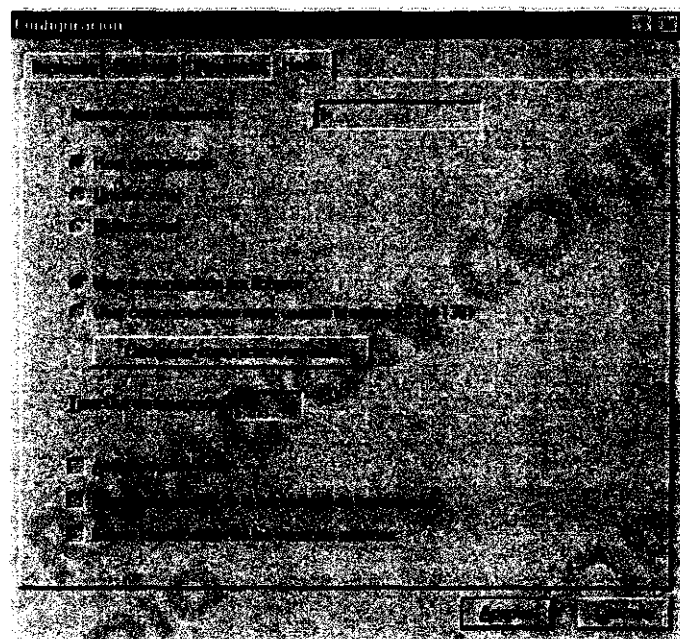

Figura 54: Ventana de configuración
**Id\_Triturus:** Indica la identificación del instrumento. Esta identificación es la que se establece en la ventana de configuración del Host (ver Figura 54).
En este apartado se recogen distintas configuraciones u opciones del programa. En la Figura 54, se observa el cuadro de diálogo de configuración formado por varias ventanas seleccionables por su pestaña superior.